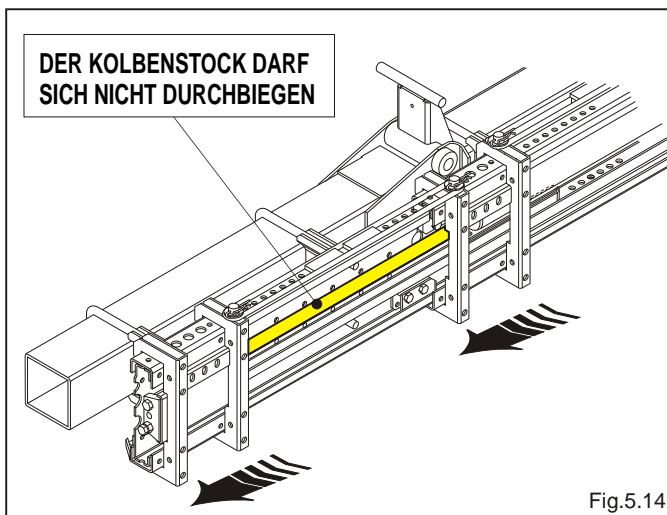

Fig.5.14
- Die Einstellung durch Drehen der Schraube **2** und der Mutter abschließen (Abb.5.14).